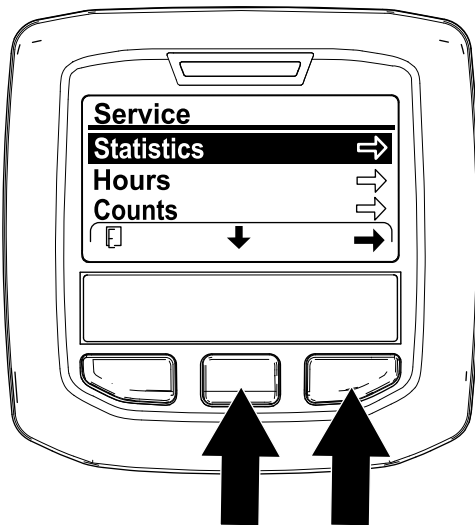

Bild 104
5. Drücken Sie im Bildschirm SERVICE die mittlere InfoCenter-Taste, bis die Option STATISTIK ausgewählt ist, und drücken Sie die rechte Taste (Bild 104).